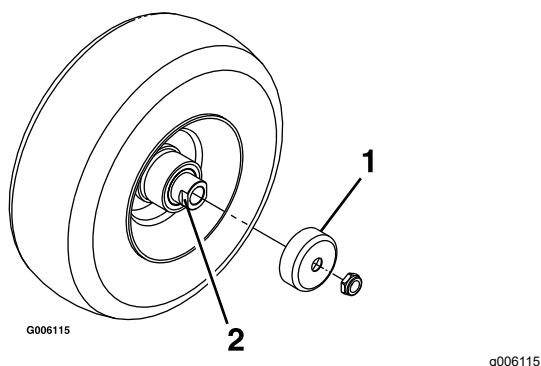

Figura 36
4. Togliete le protezioni di tenuta dal mozzo della ruota (**Figura 36**).